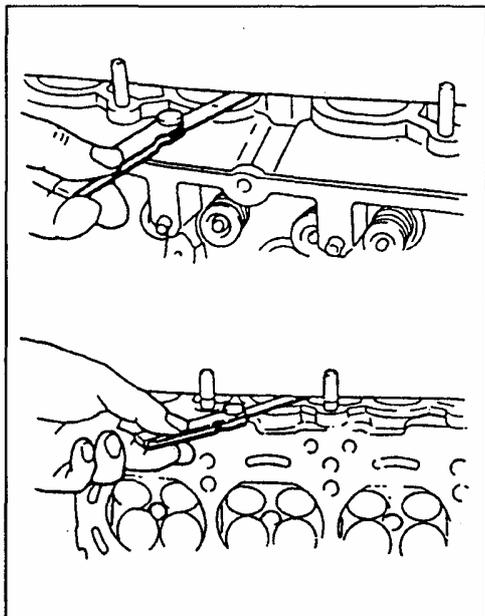

Рис. 108
- Деформация поверхности прилегания коллектора. Проверьте соответствующие поверхности коллектора при помощи правила и калибра для определения необходимости их шлифовки или замены (Рис. 108).